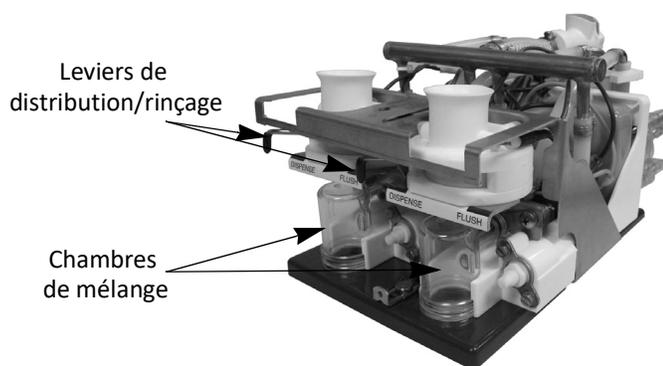

Figure 6. Plate-forme avec leviers de distribution et de rinçage
1. Placez tous les leviers de distribution et de rinçage (situés sur la plateforme de l'armoire réfrigérée) en position de **rinçage**. Placez un gobelet vide sur le plateau d'égouttement sous chaque buse de distribution (Figure 6).